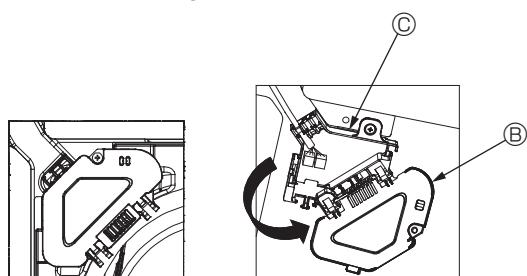

Fig. 7-7
- ③ Fjern den ene skruen som holder koblingsboksdekselet og åpne dekselet. (Fig. 7-7)
- ④ Plasser kryssledningskontakten i koblingsboksen.
- ⑤ Installer ledningsdekselet og koblingsboksens deksel.